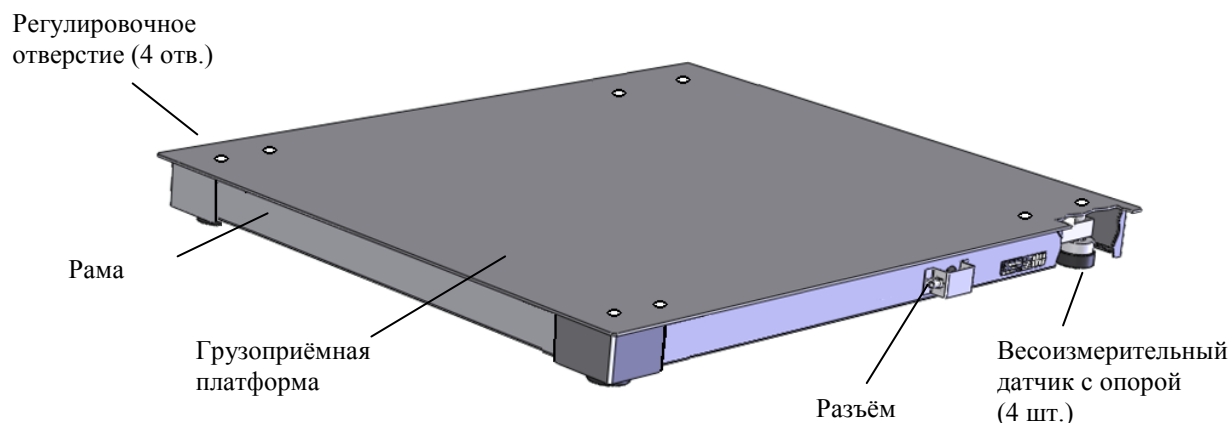

Рис. 9.1 - Модуль взвешивающий 4D-PM_
- 9.1.1 Модуль представляет собой единую конструкцию из рамы и грузоприёмной платформы. В состав модуля входят четыре цифровых весоизмерительных датчика с опорами (Рис. 9.1).